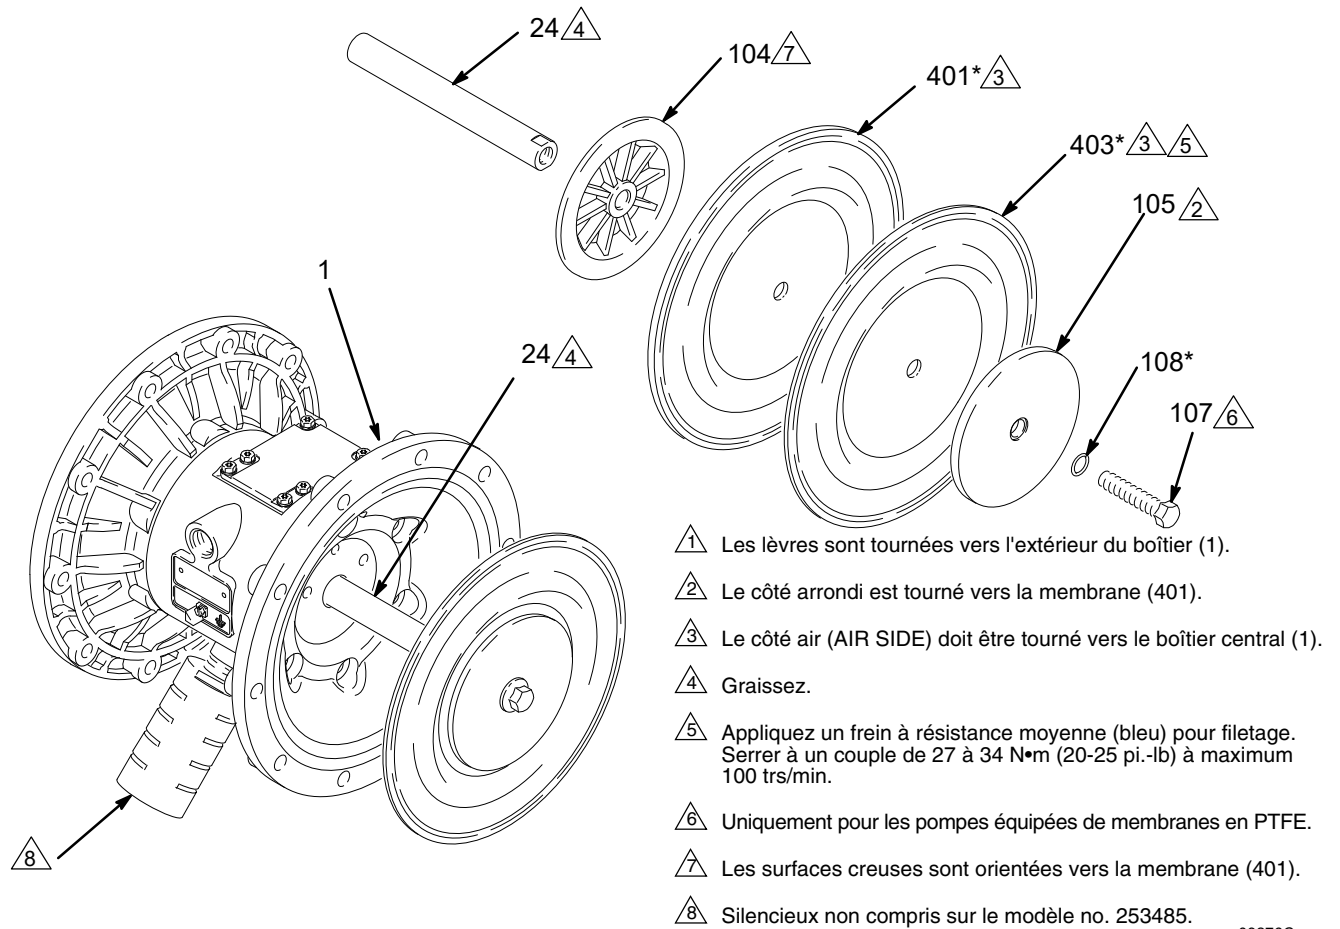
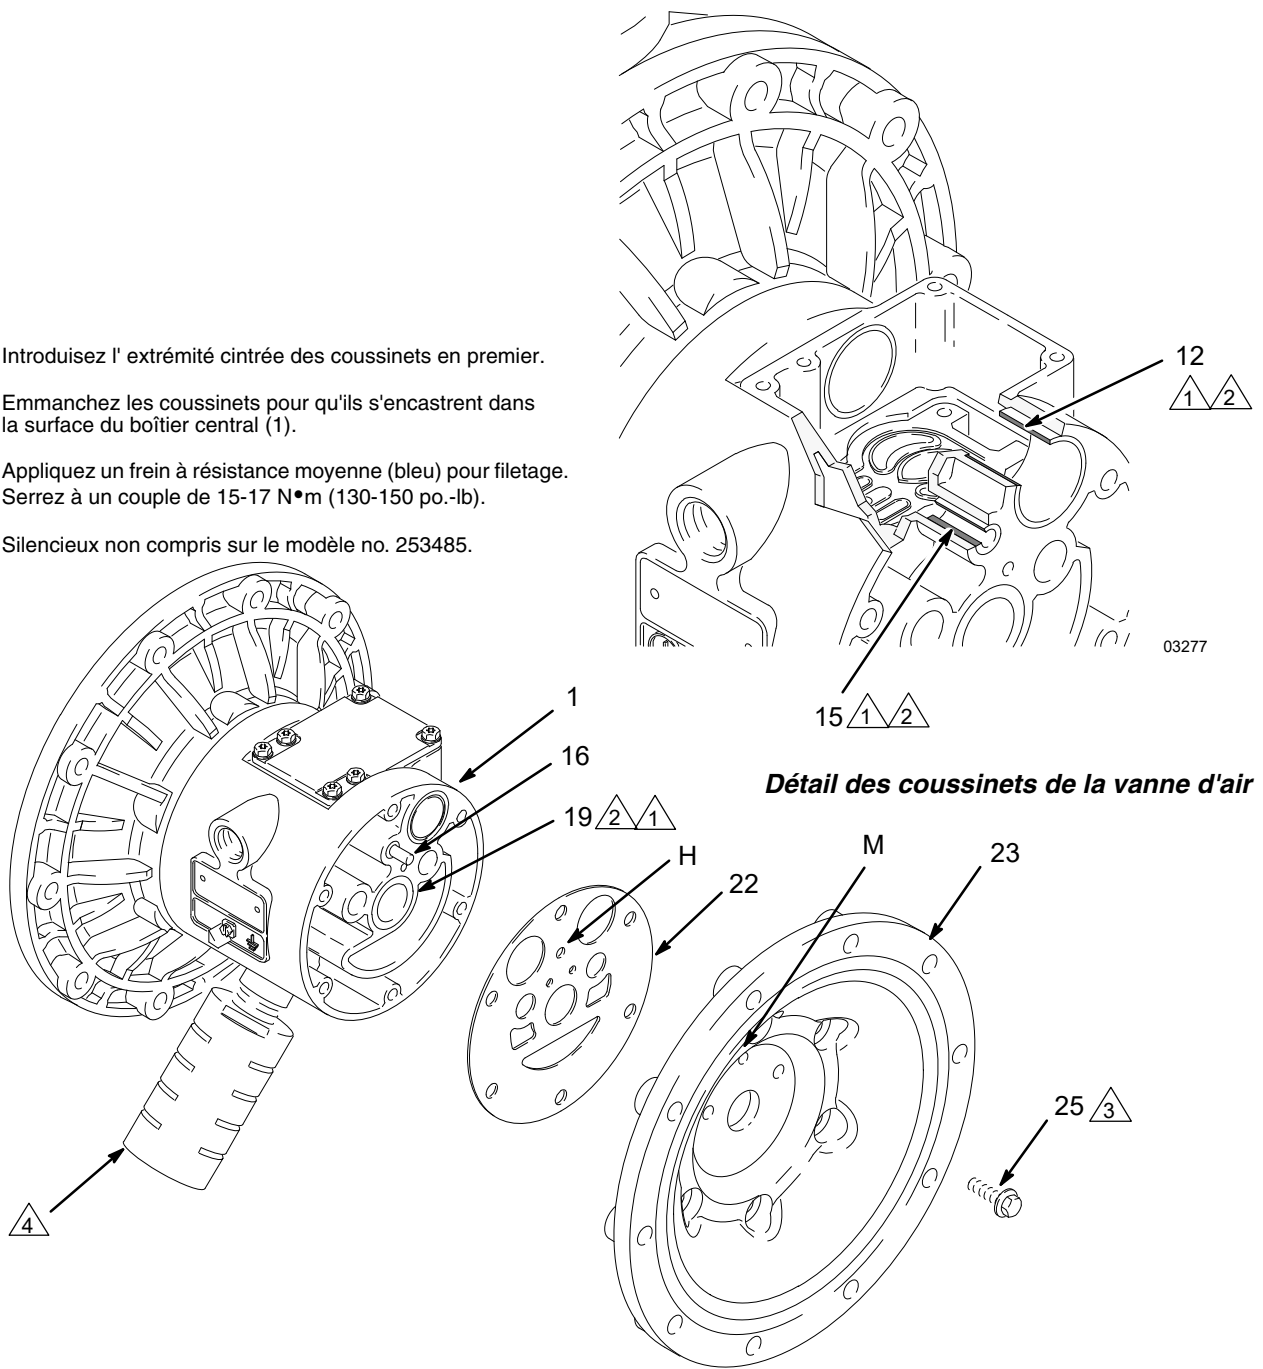

FIG. 12
FIG. 13
- Avec une clé à douille de 15 mm pour les deux boulons (1 po. pour les modèles en acier inoxydable), desserrer les boulons (107) de l'axe de la membrane sans les déposer. *REMARQUE : cette étape ne concerne pas les pompes avec des membranes surmoulées.*
- Dévissez un boulon de l'axe de membrane (24) et retirez le joint torique (108), la plaque de membrane côté liquide (105), la membrane en PTFE (403, utilisée seulement sur les modèles en PTFE), la membrane (401) et la plaque de membrane côté air (104). Consultez FIG. 12.
- Placez les joints en coupelle (402*) de l'axe de sorte que les lèvres soient orientées vers **l'extérieur** du boîtier (1). Lubrifiez les joints. Consultez FIG. 12.
- Montez l'ensemble membrane sur l'une des extrémités de l'axe (24) de la manière suivante. *Pour les pompes avec des membranes surmoulées, passer directement à l'étape g.*
5. Retirez les vis (25) maintenant les capots à air (23) sur le boîtier central (1) à l'aide d'une clé à douilles de 10 mm. Consultez FIG. 13.
6. Retirez les joints (22) des capots à air. Remplacez toujours les joints par des éléments neufs.
7. Utilisez un extracteur de coussinet pour retirer les coussinets (19) de l'axe de membrane, les coussinets (12) de la vanne d'air ou les coussinets (15) de l'axe de commande. n'enlevez pas les coussinets intacts.
8. Si les coussinets (19) de l'axe de membrane ont été retirés, introduisez une pointe pour joint torique dans le boîtier principal (1), accrochez les joints en
coupelle (402) puis sortez-les du boîtier. Vérifiez les joints. Consultez FIG. 12.
1. S'ils ont été retirés, placez les joints en coupelle (402*) de l'axe de sorte que les lèvres soient tournées vers **l'extérieur** du boîtier (1).
2. Les coussinets (12, 15 et 19) sont cintrés et ne peuvent être installés que dans un sens. Insérez les coussinets dans le boîtier central (1), **extrémité cintrée en premier**. Emmanchez le coussinet de sorte qu'il soit encastré dans la surface du boîtier central en utilisant une presse ou un bloc et un maillet en caoutchouc.
4. Placez le nouveau joint (22) de capot à air de sorte que l'axe de commande (16) dépassant du boîtier central (1) s'insère exactement dans l'orifice (H) adéquat du joint.
5. Alignez le couvercle à air (23) de sorte que l'axe de commande (16) entre dans l'orifice intermédiaire (M) parmi les trois petits orifices proches du centre du couvercle. Appliquez de l'apprêt et du frein-filet à résistance moyenne (bleu) sur le filetage de la vis (25) et serrez les vis à la main. Consultez FIG. 13. Serrez les vis à l'opposé et de manière uniforme à un couple de 15-17 N•m (130-150 po.-lb) à l'aide d'une clé à douille de 10 mm.